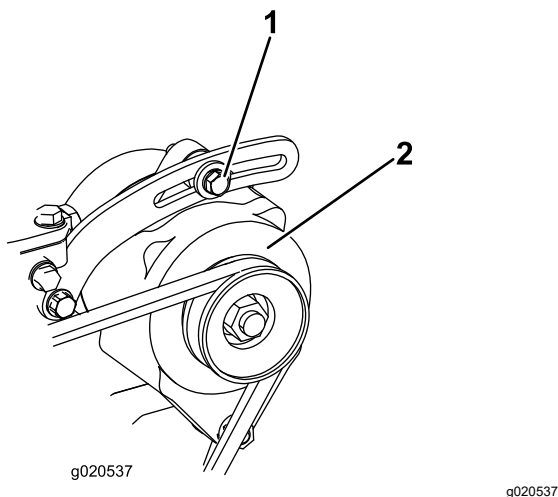

Figure 90
1. Si vous n'obtenez pas une flèche de 10 mm ($\frac{3}{8}$ po), desserrez les boulons de fixation de l'alternateur (Figure 90).